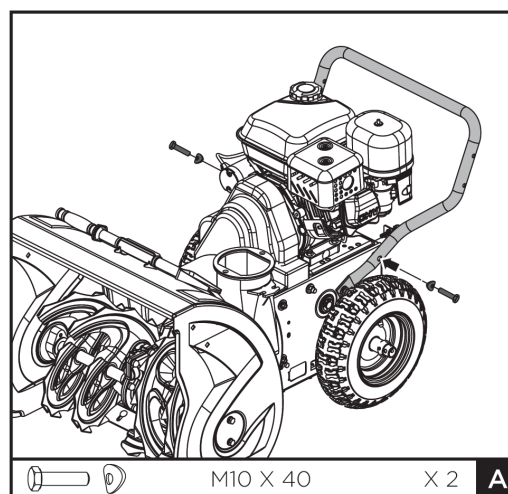

рис. 2
- закрепите нижнюю часть при помощи двух болтов (по одному болту с левой и правой стороны) (рис. 2).